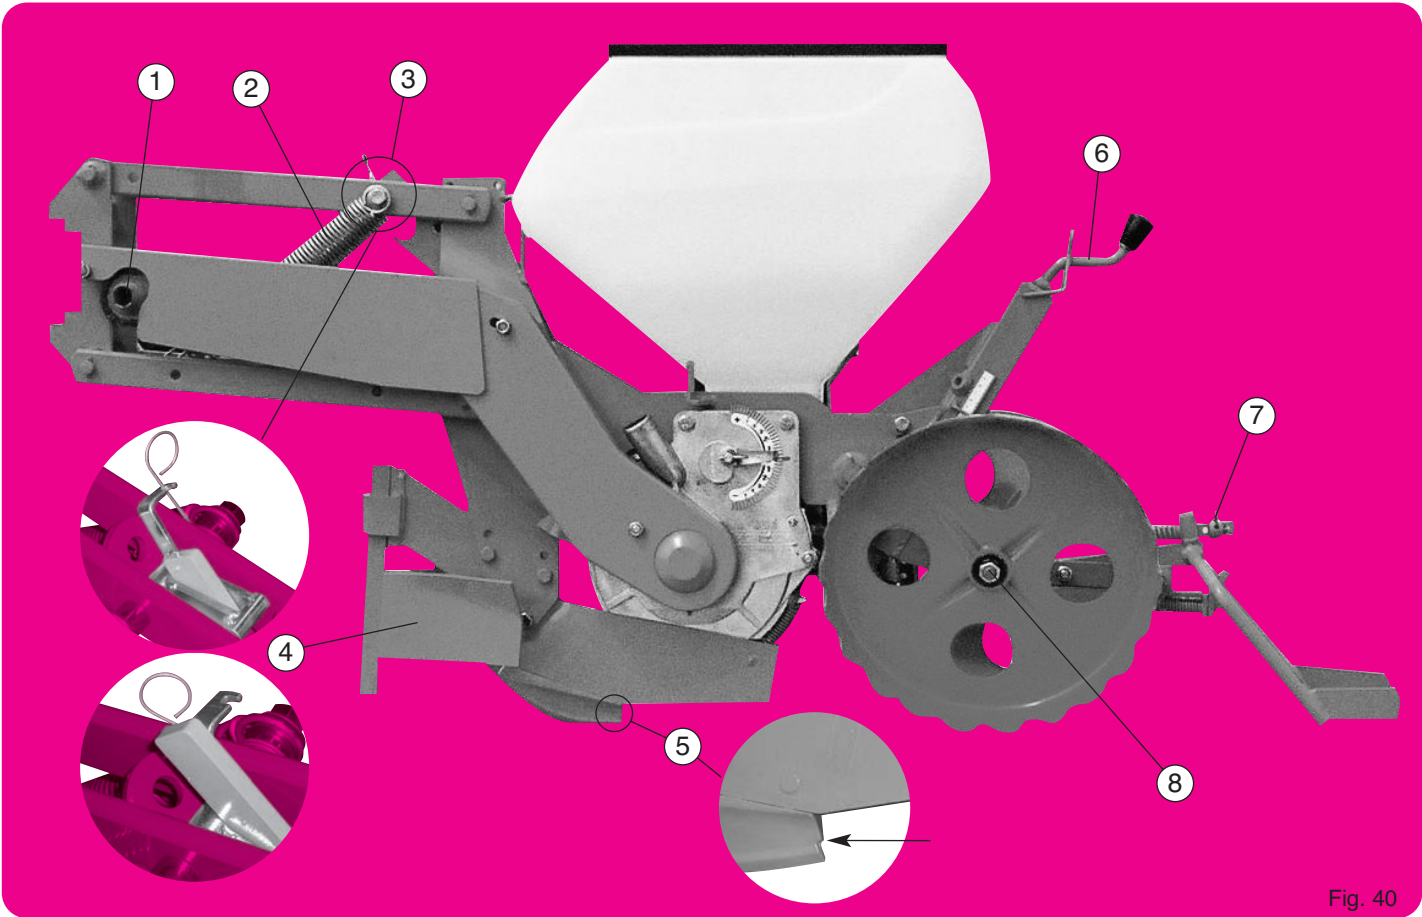

Fig. 40
Version de base (fig. 40) élément monté sur parallélogramme, terrage par le bloc arrière uniquement avec la manivelle (6) (fig. 40) - chasse-mottes avant avec coutre - soc standard maïs - roues tasseuses inclinées tôle - raclettes arrière - trémie 40 litres.
- ① Système de sécurité (fig. 40) : il provoque un crabotage sonore en cas de blocage de la distribution. Un arrêt est alors obligatoire (voir page 29). Graisser les dents du crabot à la mise en route pour faciliter les premiers déclenchements.
- ② Ressorts de parallélogramme : ils accentuent le poids de l'élément. En cas de trop forte pénétration, les ressorts peuvent être supprimés (1 ou les 2).
- ③ Taquet d'accrochage en position relevée (fig. 40) : en cours de travail, laisser le ressort dans son cran pour éviter les accrochages involontaires du taquet.
- ④ Chasse-mottes : doit travailler superficiellement pour éviter les risques de bourrages au niveau du boîtier ou de la chaîne.
- ⑤ Lorsque l'usure du soc atteint le stade du décrochement, le semis devient irrégulier : la pointe doit alors impérativement être remplacée.
- ⑥ Réglage du terrage (fig. 40) : une jauge graduée facilite l'uniformité du réglage.
- ⑦ Réglage de la hauteur des raclettes (fig. 40) par un jeu de rondelles d'épaisseur.
- ⑧ Réglage de l'écartement des roues maïs (fig. 40) : 2 bagues sur moyeux que l'on place, soit côté intérieur, soit côté extérieur, permettent d'obtenir 2 écartements à la base. Utiliser les roues reserrées pour semis superficiels (1 à 3 cm).
Basic version (fig. 40) element mounted on a parallelogram, depth control via the rear unit only, with the crank (6) (fig. 40)
- ① Safety system (fig. 40) : this causes the clutch to sound in case of a blockage in the metering system. When this clutch sound is heard, stop the machine immediately (see page 29). The teeth of the clutch should be lubricated when restarting in order to make the first declutching easier.
- ② Parallelogram springs : these increase the element's weight. If the penetration is too great, the springs may be removed (one or both).
- ③ Locking pawl to keep unit in a raised position (fig. 40) : while planting, in order leave the spring in its notch to avoid unexpected lock-up.
- ④ Clod remover : should work on the ground surface to avoid plugging at the metering box or chain.
- ⑤ When the shoe reaches this point of wear, sowing becomes irregular : the tip must then be replaced.
- ⑥ Adjustment of the depth (fig. 40) : a gradual scale makes it easier to set the unit at a uniform depth.
- ⑦ Adjustment of the height of the hillers (fig. 40) by means of a pair of washers.
- ⑧ Adjustment of the spacing of corn press wheels (fig. 40) : placing the 2 bushings on the inside or the outside of the wheel hub allows for 2 basic widths. Use the narrow setting for shallow seeding (1 - 3 cm) (3/8 - 1 1/2").
Grundausführung (Abb. 40) Vorrichtung auf Parallelogramm, Tiefenregulierung nur über Heckblock, mit Kurbel (6) (Abb. 40)
- ① Überlastsicherung (Abb. 40) : Wenn die Säscheibe blockiert ist (durch Einwirkung von Fremdkörpern) spricht die Überlastsicherung an durch ein knarrendes Geräusch. Halten Sie sofort die Maschine an, um die Ursache festzustellen (siehe Seite 29). Bei der Inbetriebsetzung sind die Zähne der Kupplung zu schmieren, um das Auslösen der Kupplung zu erleichtern.
- ② Federn am Parallelogramm : zur Gewichtserhöhung. Bei zu tiefem Einsinken kann man die Federn entfernen (eine, oder beide).
- ③ Element in Transportstellung (Abb. 40) : Beim Spannen der Feder wird der Sperrhebel aus der Kerbe gedrückt und das Element geht in Arbeitsstellung zurück.
- ④ Klutenräumer : Soll nicht zu tief eingestellt werden, um etwaige Verstopfungen am Gehäuse bzw. an der Kette zu vermeiden.
- ⑤ Erreicht der Verschleiß der Schar diesen Punkt, dann wird die Aussaat ungleichmäßig. Die Spitze ist unbedingt zu ersetzen.
- ⑥ Tiefenregulierung (Abb. 40) : Eine Skala erleichtert die Tiefenregulierung.
- ⑦ Höhenregulierung der Zustrichter (Abb. 40) mit einem Satz von Zwischenscheiben wird die Höhe reguliert.
- ⑧ Weiteneinstellung der Mais-Andruckrollen (Abb. 40) : Beim Einsetzen der Distanzhülsen auf der einen oder anderen Seite der Achse, können zwei verschiedene Weiten der Andruckrollen erzielt werden. Bei oberflächlicher Aussaat (1 bis 3 cm) sind die eng liegenden Andruckrollen zu verwenden.